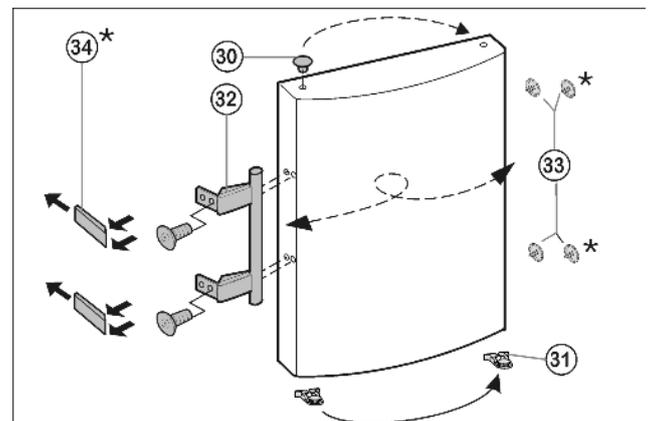

Fig. 8
- ▶ Stopfen *Fig. 8 (33)* aus der Türlagerbuchse herausheben und umsetzen.
- ▶ Türgriff *Fig. 8 (32)*, Stopfen *Fig. 8 (33)* und Druckplatten* *Fig. 8 (34)* abmontieren und auf die Gegenseite umsetzen.